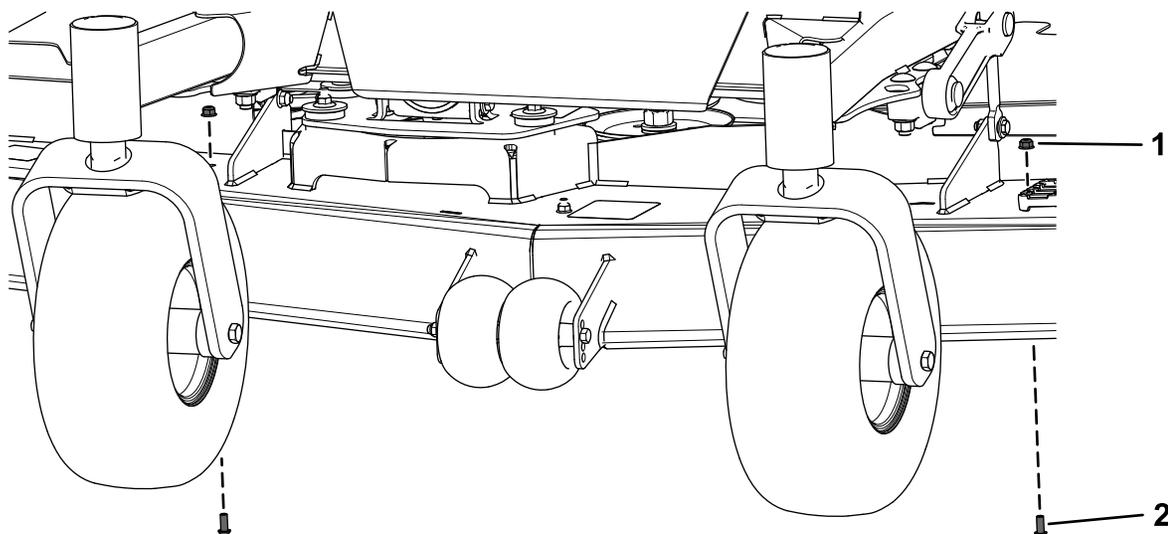

**Figura 13**
1. Enrosque uma barra de suporte superior frontal, uma barra de suporte inferior frontal, uma barra de suporte superior esquerda, uma barra de suporte superior direita, uma barra de suporte inferior esquerda e uma barra de suporte inferior direita no conjunto do resguardo da aba (Figura 13).